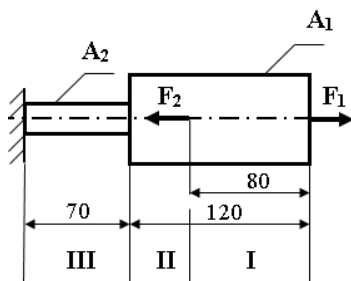

Рисунок 13
2.1.1 Разбиваем брус на участки (I, II, III). Границами участков являются переходные по размерам поперечные сечения бруса и сечения, в которых приложена внешняя нагрузка — сосредоточенные силы  $\vec{F}_1$ ,  $\vec{F}_2$ . Разбивка бруса на участки ведётся со свободного конца бруса, чтобы не определять величины реакций в заделке. Продольные силы рассматриваются с учётом независимости их действия (рисунок 13).